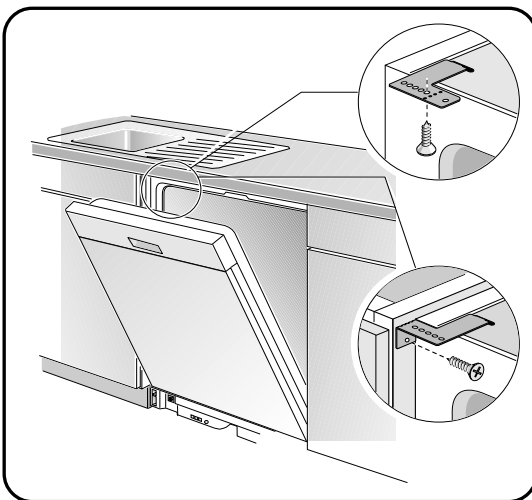

Figure 11/Ilus. 11
1) **Top Mount** is used for countertops made of wood or other materials that can easily be drilled. Orient the mounting brackets as shown in Figure 11, letter A, and position the two small tabs on the mounting brackets over the two slots on the dishwasher's front corners. Push the mounting brackets down firmly to insert the tabs into the slots.
2) **Side Mount** is used for countertops made of marble, granite, or other very hard materials that cannot be easily drilled. Bend the mounting brackets along the small holes and in the same direction as the two small tabs. Orient the mounting brackets as shown in Figure 11, letter B, and position the two small tabs on the mounting brackets over the two slots on the dishwasher's front corners. Push the mounting brackets down firmly to insert the tabs into the slots.
- 1) **Sur le dessus** est utilisé pour les comptoirs fabriqués en bois ou autres matériaux pouvant être facilement percés. Orienter la fixation comme à la figure 11, lettre A, et positionner les 2 petites languettes sur la fixation sur les deux fentes des coins avant du lave-vaisselle. Pousser fermement sur les fixation pour insérer les languettes dans les fentes.
- 2) **Sur le côté** est utilisé pour les comptoirs en marbre, granite ou autre matériaux très durs ne pouvant être percés. Plier la fixation le long des petits points et dans la même direction que les deux petites languettes. Orienter les fixations comme à la figure 11, lettre B, et 2 petites languettes sur la fixation sur les deux fentes des coins avant du lave-vaisselle. Pousser fermement sur les fixation pour insérer les languettes dans les fentes.
- 1) **El Montaje Superior** se utiliza cuando el contador tiene una superficie de madera u otro material fácil de perforar. Acomode los soportes de montaje tal como indica la letra A en la Ilustración 11 y sitúe la dos lengüetas pequeñas de modo que cubran las dos ranuras en los rincones delanteros de la lavadora. Oprima firmemente hacia abajo los soportes de montaje hasta introducir las lengüetas en sus ranuras.
- 2) **El Montaje Lateral** se utiliza para las superficies de contador hechas de mármol, granito u otro material muy duro que no se perfora fácilmente. Doble los soportes de montaje en línea con los hoyos pequeños y en la misma dirección como las dos lengüetas pequeñas. Acomode los soportes de montaje tal como indica la letra B en la Ilustración 11 y sitúe las dos lengüetas pequeñas encima de los soportes de montaje sobre las dos ranuras en los rincones delanteros de la lavadora. Oprima firmemente hacia abajo los soportes de montaje para poder introducir las lengüetas en las ranuras.